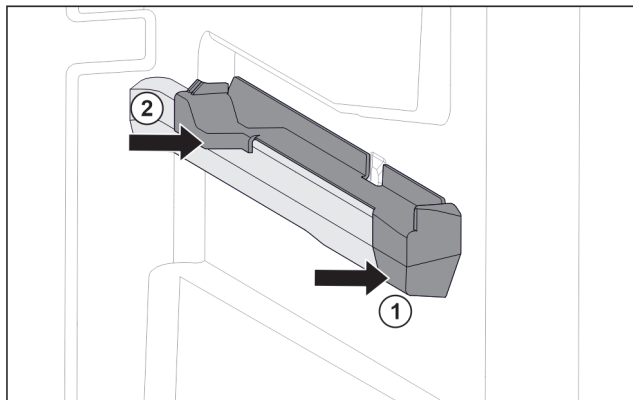

Fig. 84 Násuvný diel na pravom rebre nádoby
- ▶ Nasadte násuvný diel vpredu na rebro nádoby. Fig. 84 (1)
- ▶ Pritlačte násuvný diel vzadu. Fig. 84 (2)